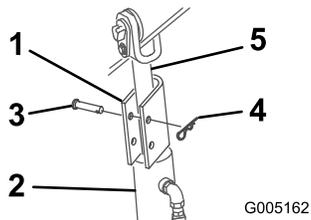

図 17
4. 各昇降シリンダロッドにシリンダロックを取り付ける 図 17。
5. 各シリンダロックをクレビスピンとコッターピンで固定する 図 17。